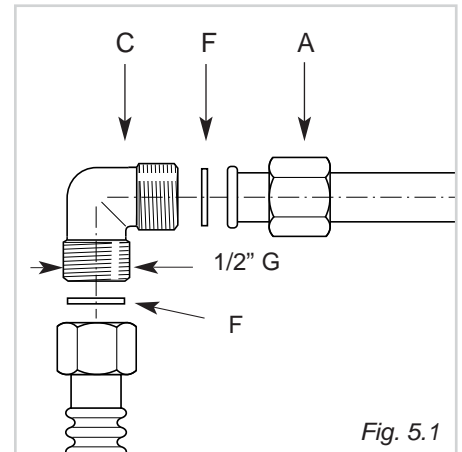

Fig. 5.1
- ✓ As juntas F (fig. 5.1) são os elementos que garantem a vedação da conexão do gás. Sugere-se a sua substituição quando os mesmos apresentassem também a mínima deformação.